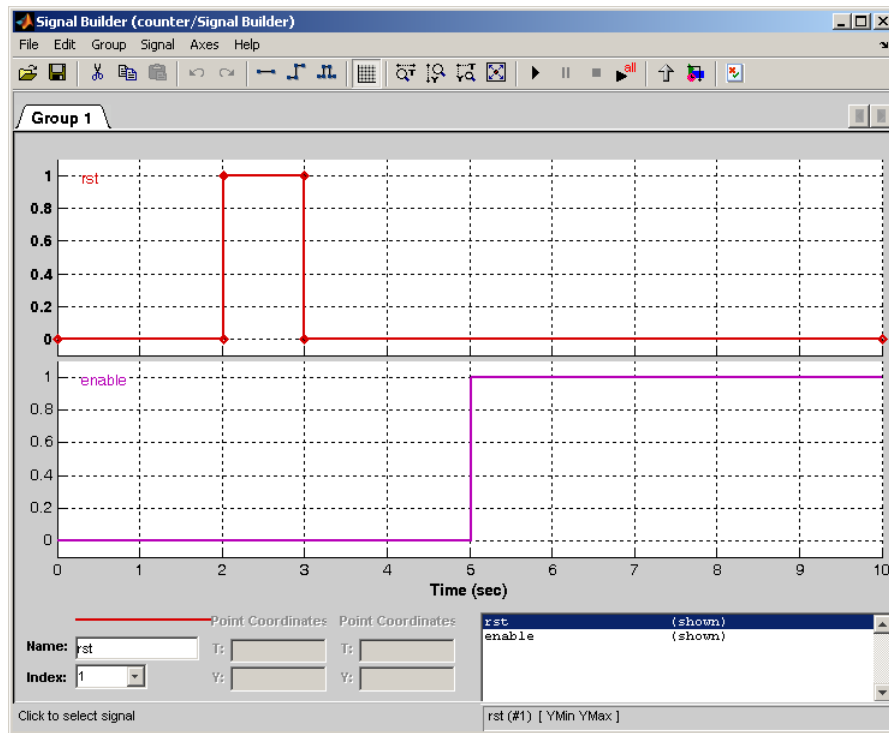

Рис. 20. Создайте два сигнала и откорректируйте положение импульсов на временной оси
7. Выберите блок Signal Builder из раздела Sources в Simulink Library Browser и поместите его в окно модели. Двойным щелчком «мыши» откройте окно Signal Builder. Используя меню открывшегося окна создайте два сигнала так, чтобы редактор сигналов выглядел как на рис. 20.